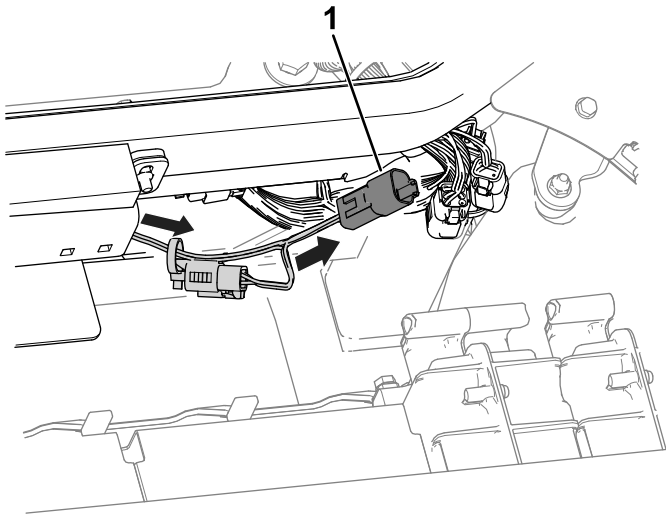

Figur 4
4. Bruk et kabelfeste og et skyvefeste til å feste ledningssatsen til maskinrammen (Figur 4).